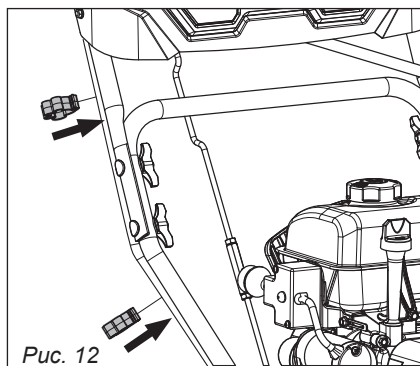

Рис. 12
10. Установите хомуты крепления жгута проводов, закрепите провода таким образом, чтобы небыли натяга и перегибов, также убедитесь, что проводка не касается движущихся частей снегоуборщика (рис. 12).